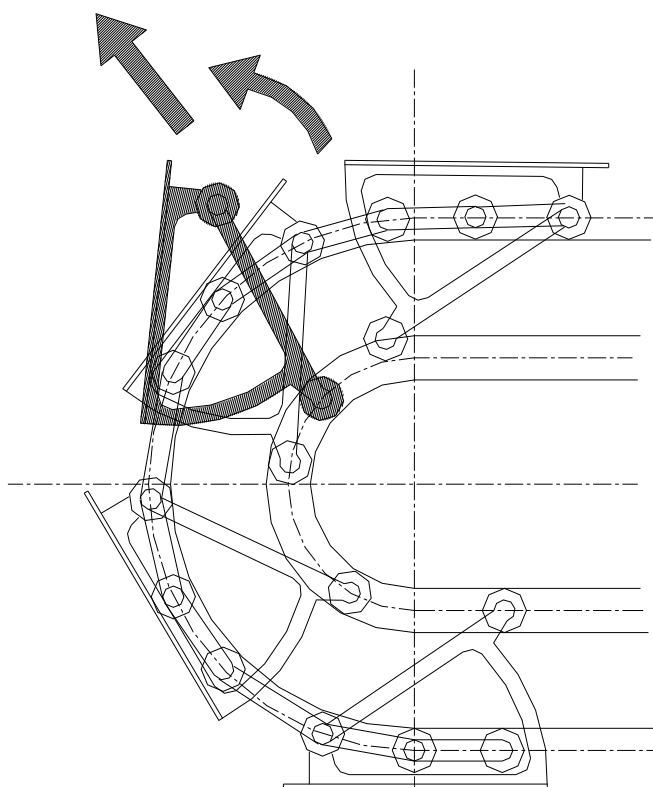

Рис. 4-2 Разборка и сборка ступенек
- ◆ Разборка ступенек должна выполняться в нижнем машинном помещении. При помощи переключателя устройства управления эскалатором в режиме технического обслуживания перемещайте ступеньки до тех пор, пока вспомогательный ролик ступенек не окажется на уровне выступа поворачиваемой стенки, после чего ослабьте зажимные винты, подвиньте зажимное кольцо и фиксатор вала внутрь. Поверните и поднимите ступеньку, ее вспомогательный ролик сможет пройти через выступ. Помечайте ступеньки перед их снятием, чтобы легче было устанавливать их обратно (см. рис. 4-2)